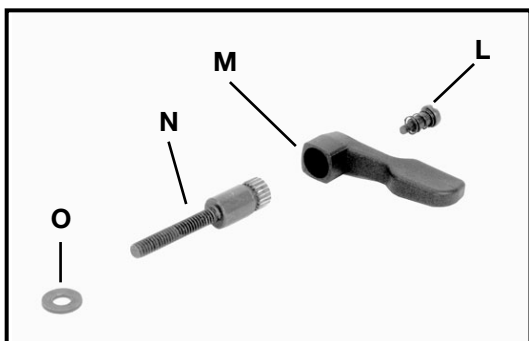
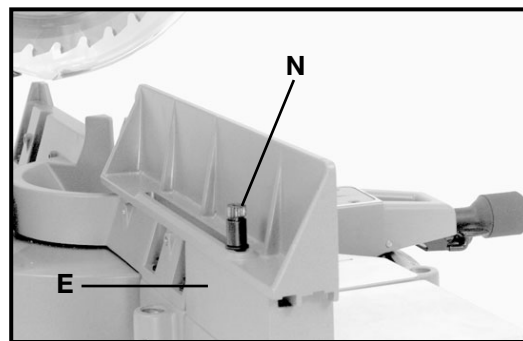

Fig. 7G
Fig. 7H
7. Enlevez la vis et le ressort (L) fig. 7G, ainsi que la poignée de blocage (M) du goujon de blocage (N).
8. Placez une rondelle plate de 1/4 po (O) fig. 7G sur le goujon de blocage (N) et insérez le goujon de blocage (N) fig. 7H dans la fente du guide coulissant; vissez le goujon dans le trou taraudé du support du guide coulissant (E).